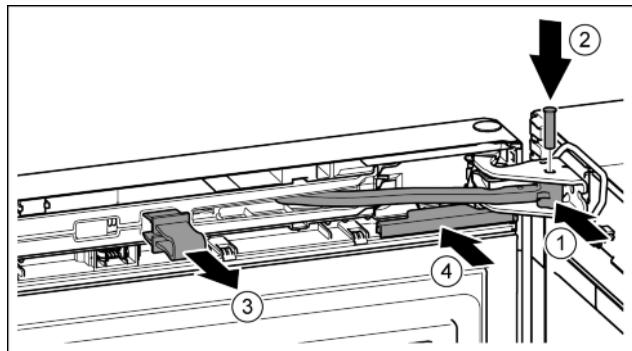

Fig. 23
- Повернуть шарнир в опорном кронштейне. Fig. 23 (1)
- Вставить палец в опорный кронштейн и шарнир. При этом следить за тем, чтобы выступ фиксатора занимал правильное положение в пазу. Fig. 23 (2)
- Снять предохранитель. Fig. 23 (3)
- Надвинуть крышку. Fig. 23 (4)